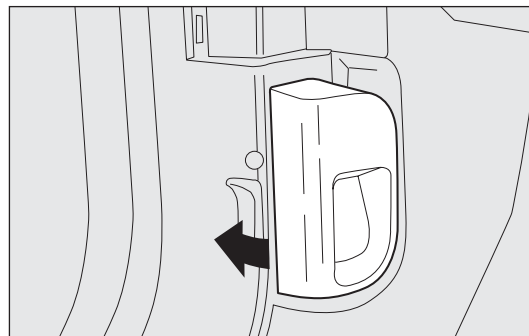

рис. 100
- потяните ручку – рис. 100 в направлении, показанном стрелкой;